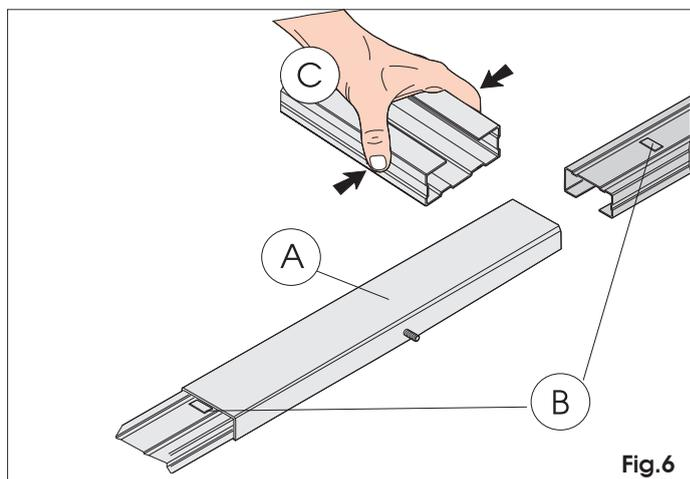

Fig.6
- 1) Assembler les deux éléments du rail de guidage en les introduisant dans le joint central (Fig. 6 réf. A) jusqu'à la rencontre des reliefs métalliques de référence (Fig. 6 réf. B). Pour faciliter l'embrayage du rail de guidage, l'introduire dans le joint central en le comprimant d'après la Fig. 6 réf. C. Ne pas utiliser d'outils risquant de déformer le rail ou le joint.